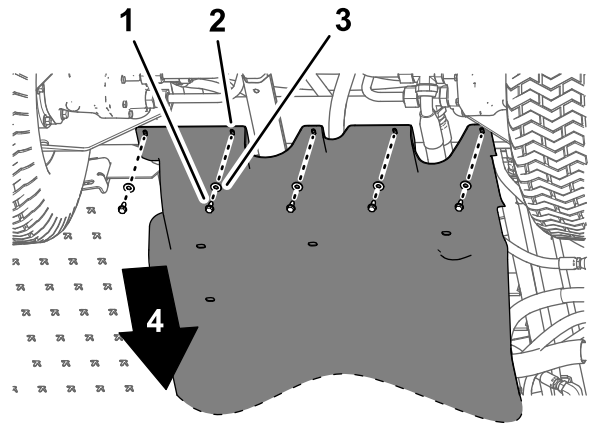

图 97
4. 将底盘保护罩后部的孔与机箱上的孔对齐图 97。
5. 使用在4 拆下底盘保护罩 (页码 7) 的步骤 1 中卸下的五金件将底盘保护罩的后部安装到底盘上图 97 如下所示